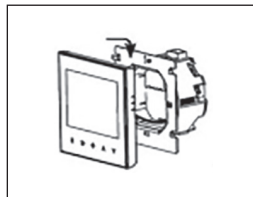

Рис. 7
6.3.3. Установите обратно переднюю панель на закрепленную монтажную пластину таким образом, чтобы 4 крючка монтажной пластины попали в отверстия и при сдвиге вниз до упора вошли в пазы передней панели (рис. 7).